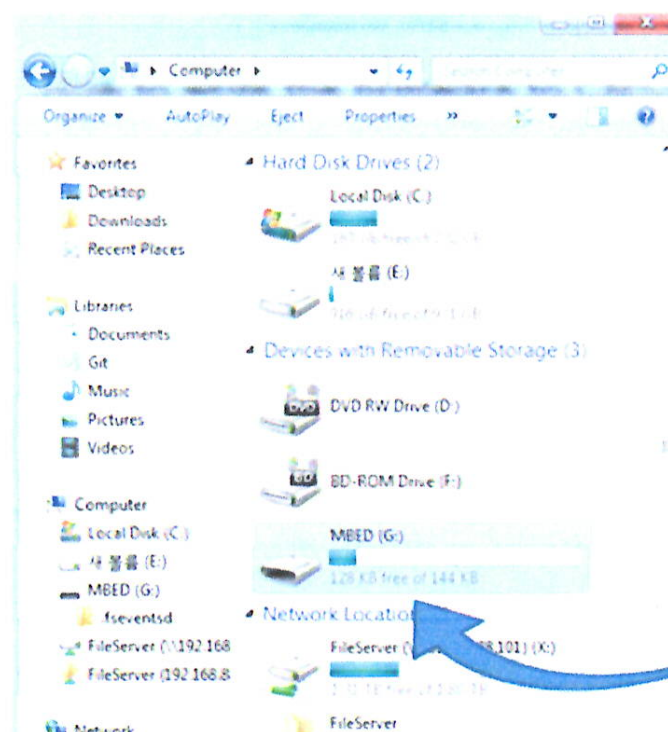

Рисунок 2. Отображение отладочной платы WIZwiki-W7500 в ОС Windows.
3. Убедиться в том, что ПК распознает отладочную плату WIZwiki-W7500 как съемный диск с наименованием MBED (см. рисунок 2).